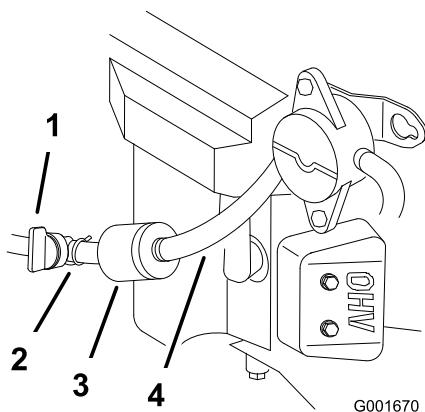

Figure 39
5. Fermez le robinet d'arrivée de carburant (Figure 39).
6. Pincez les extrémités des colliers et faites glisser ceux-ci pour les éloigner du filtre (Figure 39).
8. Posez un filtre neuf et rapprochez les colliers de fixation du filtre (Figure 39).
3. Fermez le robinet d'arrivée de carburant (Figure 39).
4. Desserrez le collier de serrage au niveau du filtre à carburant et éloignez-le du filtre en le poussant le long de la conduite d'alimentation (Figure 39).
5. Débranchez les conduites d'alimentation du filtre à carburant (Figure 39).
Remarque: Laissez l'essence s'écouler dans un bidon ou un bac de vidange (Figure 39).
7. Raccordez la conduite d'alimentation au filtre. Rapprochez le collier de serrage du filtre pour fixer la conduite d'alimentation (Figure 39).